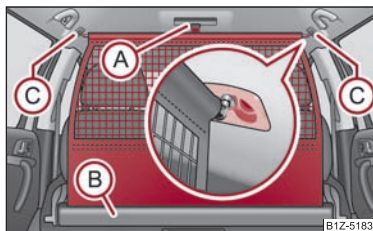

Fig. 63 Scoaterea peretelui despărțitor
- Trageți plasa de curelușă (A) din carcasa (B) ⇒ fig. 63.
- Introduceți bara transversală în locașul (C) pe o parte și apăsați bara în față.
- În același mod fixați bara pe partea cealaltă a autovehiculului, locașul (C).
- Trageți bara în spate din suporturile din plafon, mai întâi pe o parte, apoi pe partea cealaltă, și scoateți-o din suporturi (C) ⇒ fig. 63.
- **Susțineți** bara transversală astfel încât peretele să se poată rula încet și fără să se deterioreze, în carcasa (B).